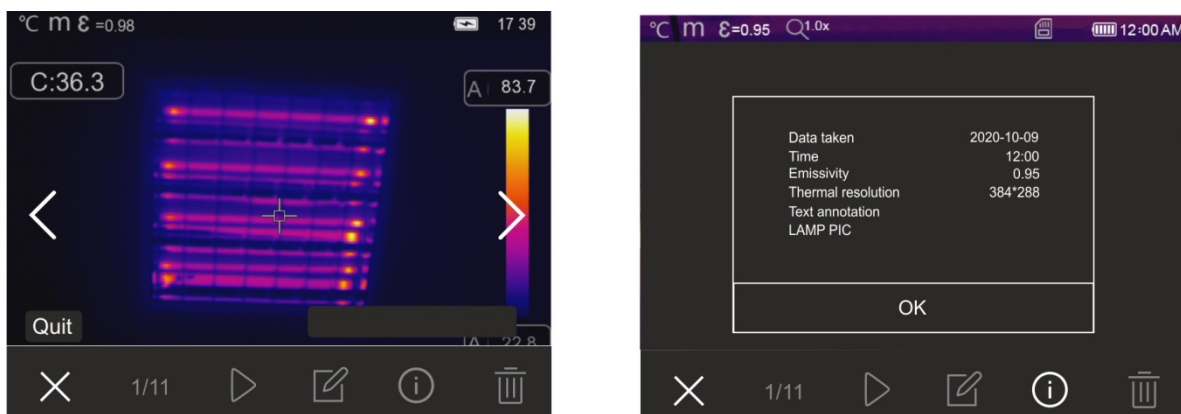

Fig. 47: Rappel des images enregistrées sur l'écran
1. Appuyez sur la touche  pour entrer dans la galerie d'images et de vidéos enregistrées dans la mémoire de l'instrument ou sur la carte micro SD. La page-écran de la Fig. 47 - partie gauche suivante est affichée à l'écran
3. Touchez l'icône « ⓘ » pour ouvrir la section contenant des informations sur l'image enregistrée. La page-écran de la Fig. 47 – partie droite s'affiche à l'écran